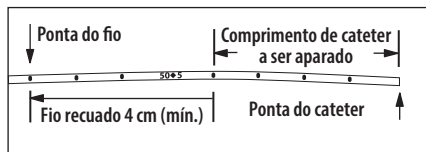

Figura 2
- Faça recuar o fio de colocação/estilete rígido através do septo para que o fio recue 4 cm, no mínimo, para trás do local onde o cateter foi cortado (ver figura 2).